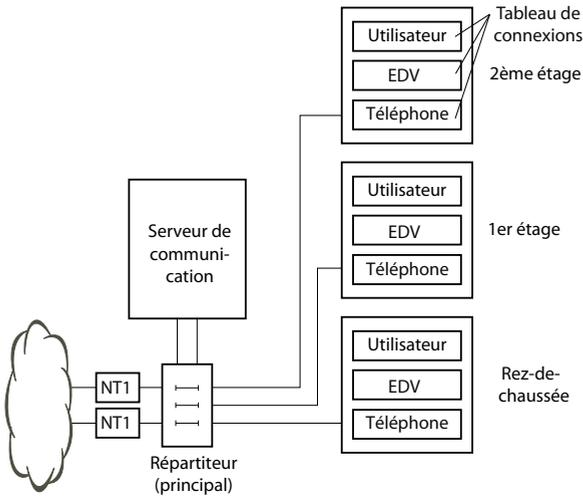
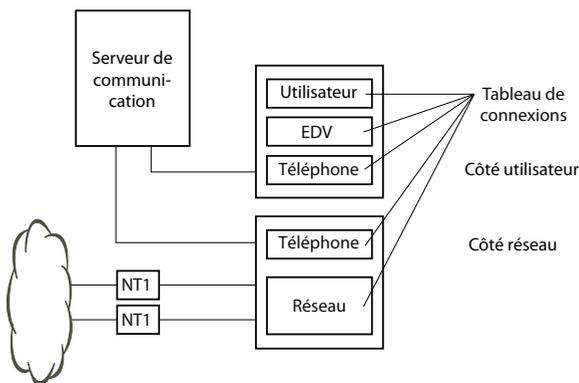

Fig. 26 Raccordement au CUB via le répartiteur (principal) (exemple)
Fig. 27 Raccordement au CUB via le centre de câblage (exemple)
- raccordement indirect via le répartiteur (principal) et éventuellement le câblage universel de bâtiments (CUB) (voir aussi Fig. 26 et Fig. 27).